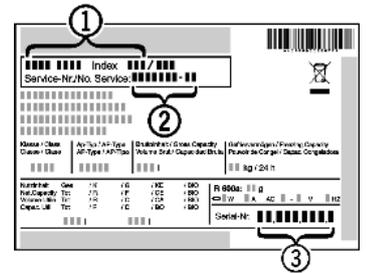

Fig. 64
- ▶ Označení přístroje *Fig. 64 (1)*, servisní číslo *Fig. 64 (2)* a sériové číslo *Fig. 64 (3)* naleznete na typovém štítku. Identifikační typový štítek je umístěn na levé vnitřní stěně přístroje.